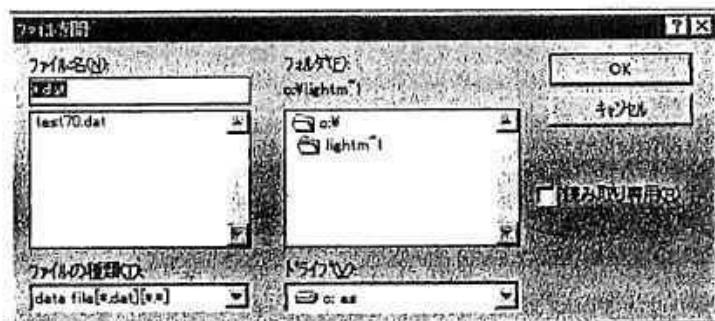

図10
- ③「SAVE AS」ボタンをクリックすると図10が表示されます。